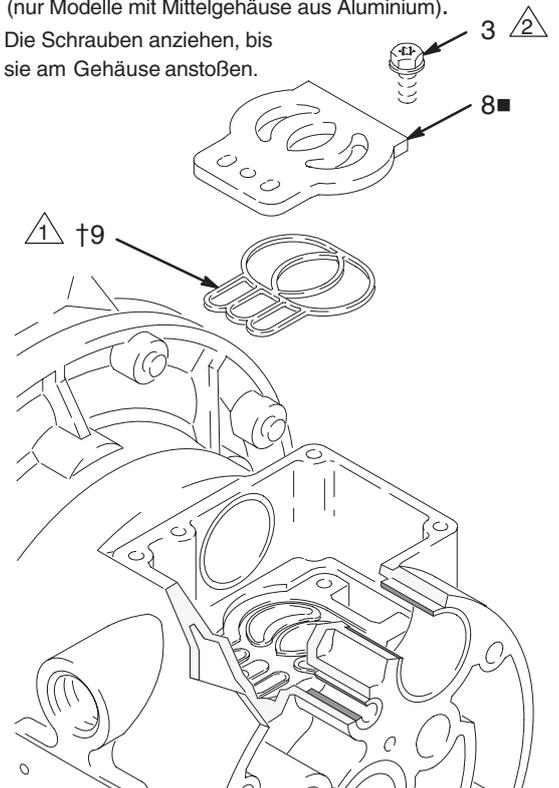

Abb. 11
5. Die Ventilplatte (8■) in eingebautem Zustand überprüfen. Ist sie beschädigt, mit einem Torx-Schraubenzieher Größe 2 oder einem 7-mm-Steckschlüssel die drei Schrauben (3) lösen. Die Ventilplatte (8■) und – an Modellen mit Mittelgehäuse aus Aluminium – die Dichtung (9) ausbauen. Siehe Abb. 11.
2. An Modellen mit Mittelgehäuse aus Aluminium die Dichtung der Ventilplatte (9†) in die Nut unten im Ventilhohlraum einlegen. Die gerundete Seite der Dichtung **muss nach unten** in die Nut weisen. Siehe Abb. 11.
3. Die Ventilplatte (8■) in die Kammer einbauen. An Modellen mit Mittelgehäuse aus Aluminium ist die Platte umkehrbar, so dass jede Seite nach oben zeigen kann. Die drei Schrauben (3) mit einem Torx-Schraubenzieher Größe 2 oder einem 7-mm-Steckschlüssel eindrehen. Festziehen, bis die Schrauben am Gehäuse anstoßen. Siehe Abb. 11.